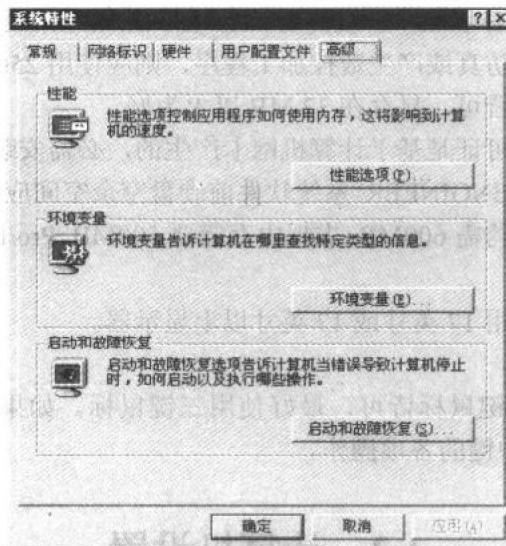

图 1.3 【系统特性】对话框
- (3) 在【控制面板】窗口中双击【系统】图标，显示如图 1.3 所示的【系统特性】对话框，默认显示【高级】选项卡。